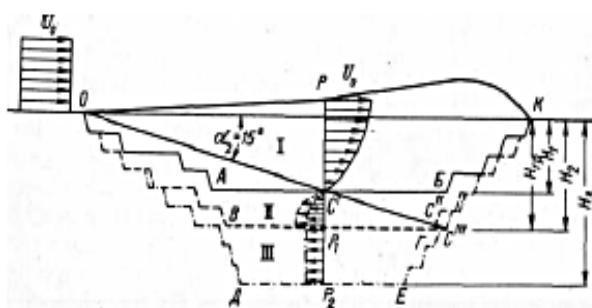

Рис. 2. Схема к определению основных этапов отработки карьера в зависимости от эффективности его естественного проветривания:
Основные этапы отработки карьера, исходя из схем его естественного проветривания могут устанавливаться графическим и аналитическим способами. Графический способ хотя и более трудоемок по сравнению с аналитическим, однако он более нагляден. Для решения этой задачи на плане карьера в отрабатываемом проектном контуре строятся характерные вертикальные профили, проходящие через его глубокую часть (рис. 2). Критерием оценки эффективности проветривания является безразмерная величина:
Из рис. 2 и формулы (1) следует, что при различном сочетании  $H_{\text{тр}}$  и  $H$  величина  $\bar{H}$  может иметь разные значения в диапазоне  $0 \geq \bar{H} \leq 1$ . Исходя из эффективности естественного проветривания с учётом влияния вредных примесей на уровень загрязнения атмосферы карьера, основные этапы его отработки соответствующим глубинам, определяемым величиной  $\bar{H}$ : первый этап —  $\bar{H} > 0$ ; второй —  $0,5 > \bar{H} > 0$ ; третий —  $\bar{H} < 0$ .
На первом этапе отработки объем  $OABC'O$  (рис. 2) проветривается по прямоточной (при  $\beta_n \leq 15^\circ$ ) или рециркуляционно-прямоточной схеме (при  $\beta_n > 15^\circ$ ). При этом его большая часть находится в зоне действия прямых потоков воздуха, а рециркуляцией охвачен сравнительно небольшой объем ( $OAC'C'O$ ), примыкающий к подветренному борту карьера. Вследствие этого загрязнения атмосферы не возникают или их уровень незначителен, а скорости воздушного потока у поверхности уступов и дна карьера при среднегодо-